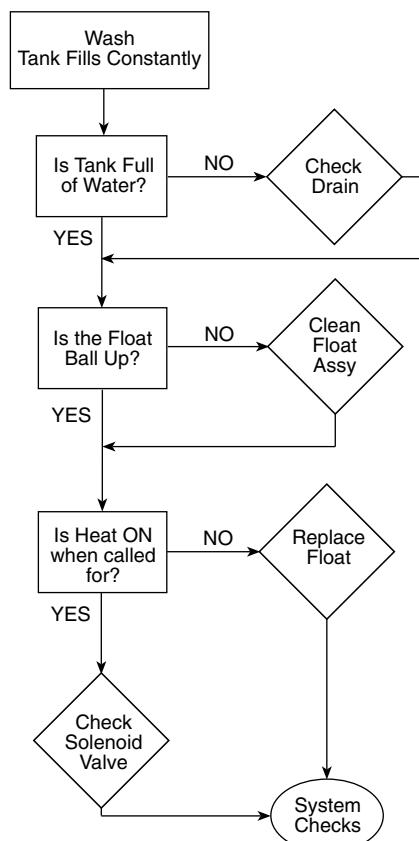

Figure 14
5. Refer to the float switch troubleshooting chart (Fig.14) below, for a quick guide to evaluating float switch problems.
5. Ver el cuadro de localización de averías (Fig. 14) abajo para una guía rápida para evaluar los problemas del interruptor del flotador.